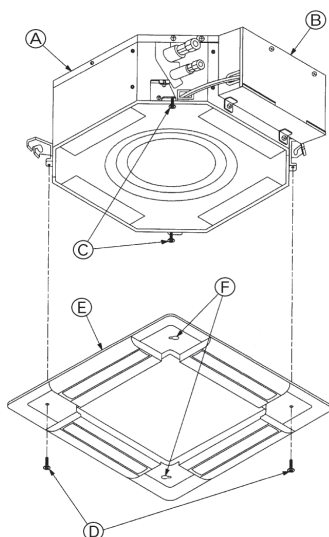

Fig. 7-6
7.3.2. Instalación temporal de la rejilla (Fig. 7-6)